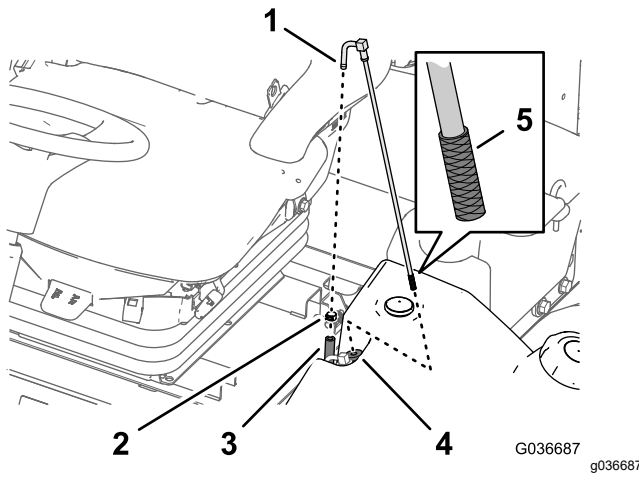

図 90
1. 燃料供給ホースを燃料供給チューブに固定しているホースクランプを外す 図 90。
2. フィッティングからホースを取り外す 図 90。
3. 燃料タンクから燃料供給チューブを取り出す 図 90。
4. 燃料供給チューブの端部のスクリーンにたまっているごみを取り除く 図 90。
5. ゴム製ブッシュを通して燃料タンク内部へ燃料供給チューブを挿入する 図 90。